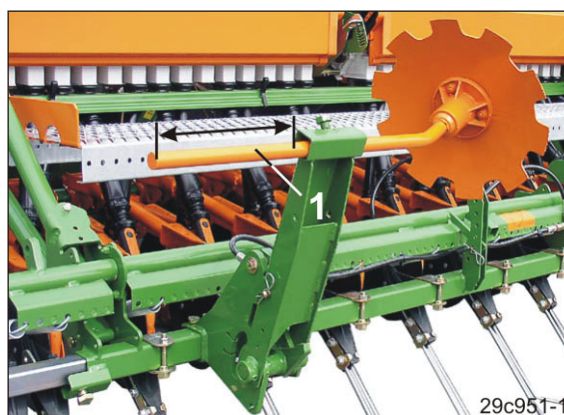

Fig. 103
12. Afkort de rør, der rager ud over sporskiveholderen (Fig. 103/1), så du kan træde op på trinene på læssebroen uden fare.